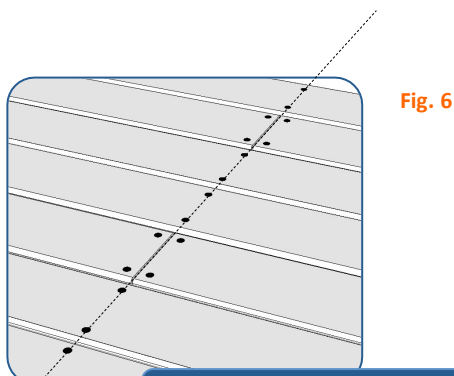

Fig. 6
- **Tracer** des repères sur la lame pour aligner les vis (Fig. 6).
- **Tracer** les repères sur la lame pour aligner les vis (Fig. 6).